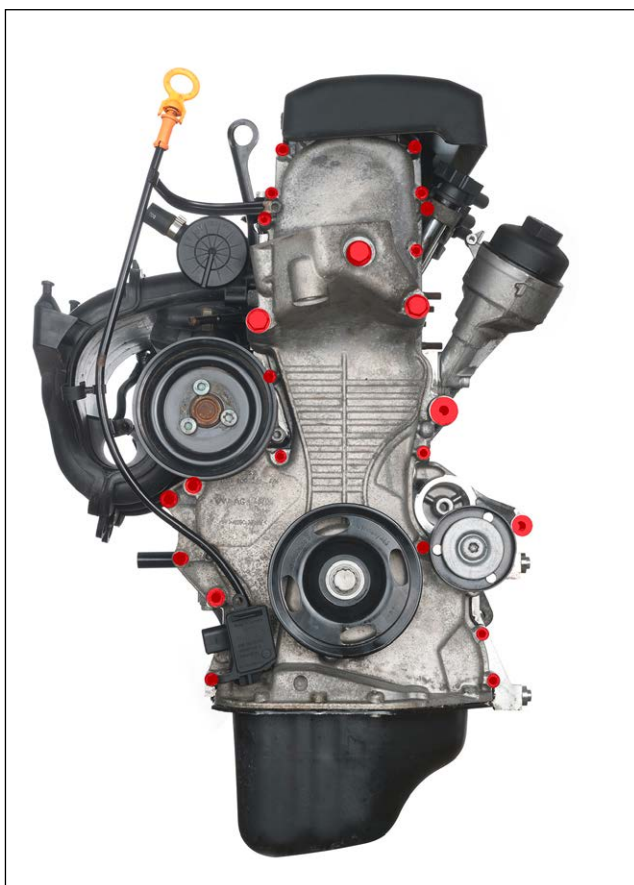

bild 9
4. Skruva av skruvarna (bild 9) på transmissionskåpan och demontera kåpan. Se då till att lagerbussningen för vevaxeln blir kvar i kåpans tät-ningsfläns.